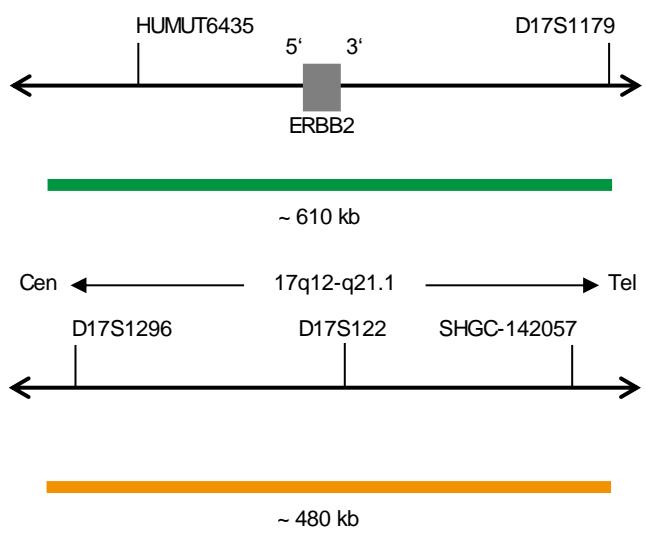

Fig. 1: In alto: mappa della sonda SPEC ERBB2, in basso: Mappa della sonda SPEC D17S122 (non in scala)
- Polinucleotidi (~10 ng/μl) marcati con ZyGreen (eccitazione 503 nm/emissione 528 nm), le cui sequenze target mappano in 17q12-q21.1* (chr17:37,572,531-38,181,308) che ospitano la regione del gene ERBB2 (vedere Fig. 1).
- Polinucleotidi (~1,5 ng/μl) marcati con ZyOrange (eccitazione 547 nm/emissione 572 nm), le cui sequenze target mappano in 17p12* (chr17:14,954,785-15,434,017) che ospitano il locus D17S122 (vedere Fig. 1)..